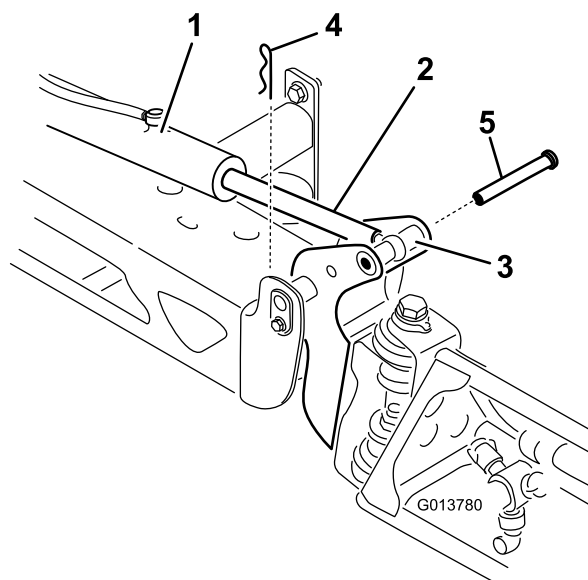

Figura 109
2. Retire o contrapino do pino de articulação (Figura 109).
3. Eleve rampa e retire o pino (Figura 109) e lentamente baixe a rampa para o solo.
- Enquanto segura na rampa, insira o pino através tanto da articulação da rampa como da barra do acionador (Figura 109).